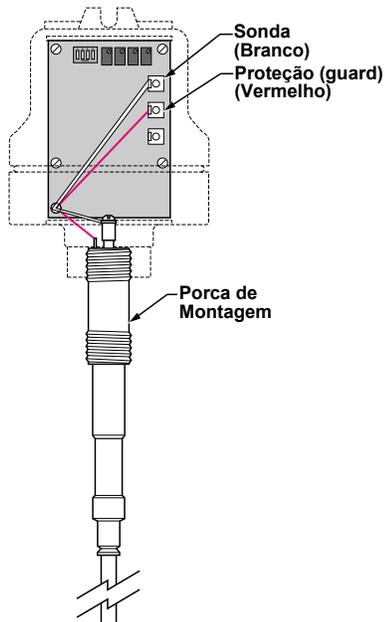

Figura 8
2. Aperte firmemente, certificando-se de aplicar a ferramenta de aperto SOMENTE na porca de montagem. Veja a Figura 8.